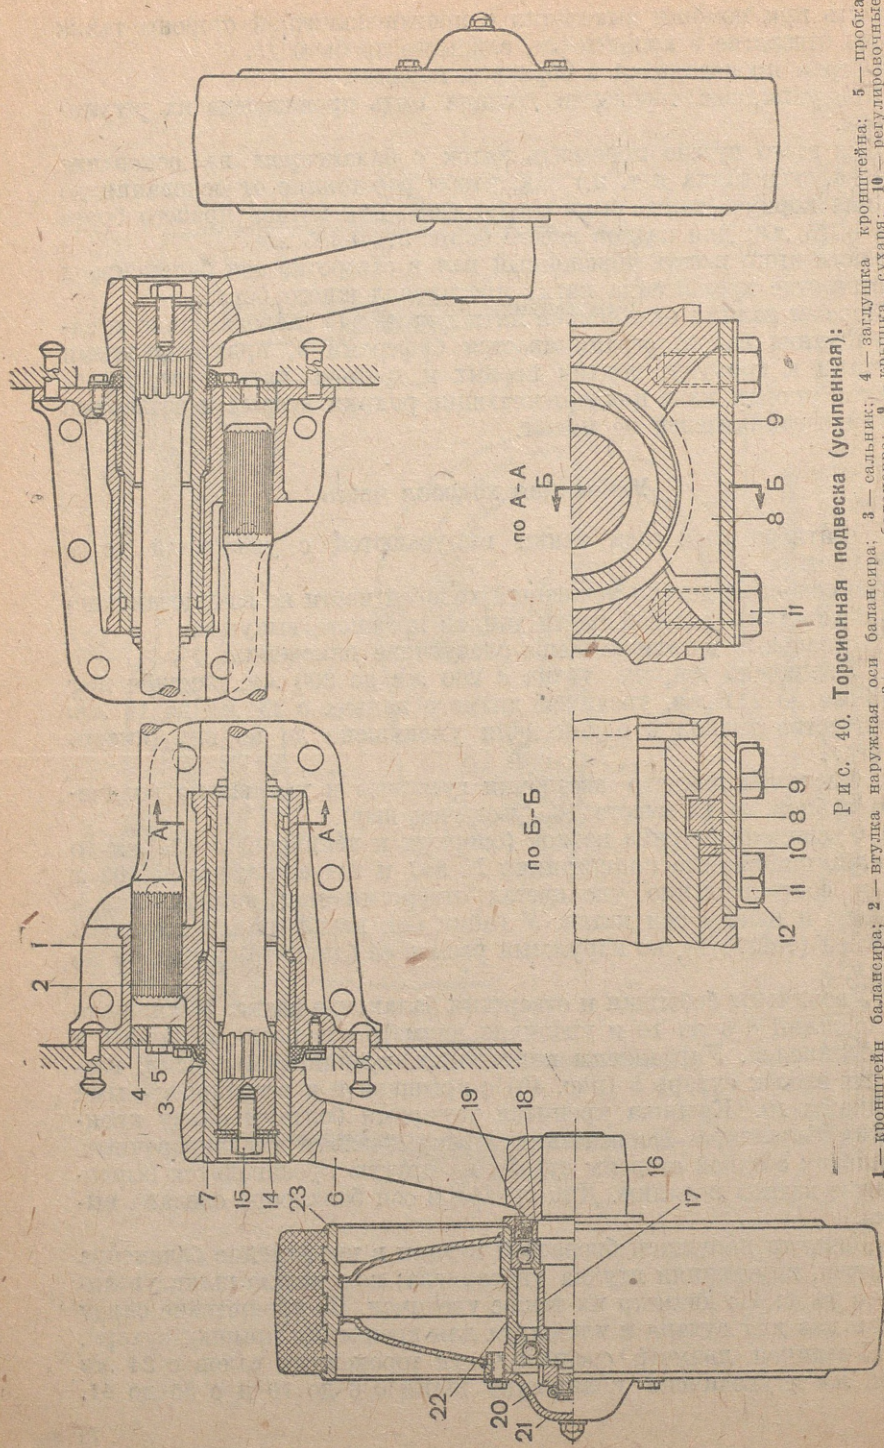

Рис. 40. Торсионная подвеска (усиленная):
4. Увеличены бобышки и отверстия балансира катка. Уменьшено число шлиц с 6 до 10 и увеличен диаметр отверстия и цапфы в оси балансира. Упразднены полукольца, крепящие балансир; взамен их введён сухарь 8 (рис. 40) с крышкой 9 и регулировочными планками 10. Крышка крепится четырьмя болтами снизу кронштейна балансира. Посредством перекалывания регулировочных прокладок с одной стороны сухаря на другую производится выравнивание катков в линию. Для сухаря в оси балансира сделана выточка.